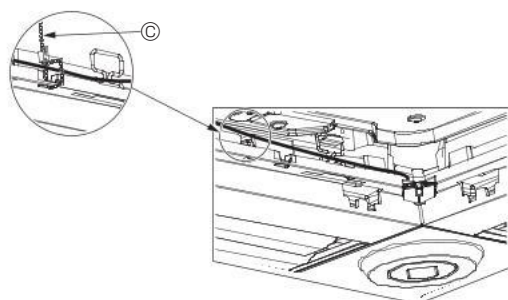

Fig. 10-12
- Zeker de bedrading van de i-See-sensor en signaalontvanger op het paneel met de clip zoals aangegeven in de tekening, zodat er geen speling in de bedrading zit en snij vervolgens het overvallende eind van de clip af. (Fig. 10-12)
- Als de positie van de i-See-sensor is gewijzigd van de positie "o" (E) naar de positie "□" (F), wijzig dan de functie-instellingen. (Zie pagina 74.)